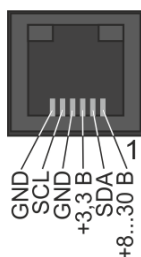

Рисунок 3 – Схема электрическая разъема RJ-12 (RJ-25) “Sensor”
5.3.4 Подключите, при необходимости, используемые цифровые датчики к разъему RJ-12 (RJ-25) «Sensor» (*см. рисунок 3*). При подключении нескольких датчиков необходимо использовать разветвители TCU4, TCU5 “VELLEMAN” (или аналогичные).